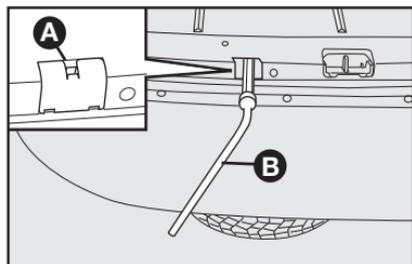

fig. 6
- Retirar a tampa **A-fig. 6** que se encontra localizada na parte traseira do porta-malas e, com o auxílio da chave de rodas e chave extensora girar o mecanismo no sentido anti-horário até o fim do curso, para possibilitar a descida da roda sobressalente **B-fig. 6**.